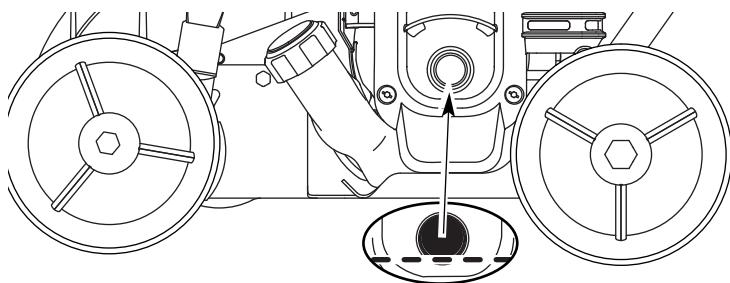

Fig. 22
2. Coloque la unidad sobre una superficie plana y nivelada para obtener una lectura correcta del nivel de aceite (Fig. 22).